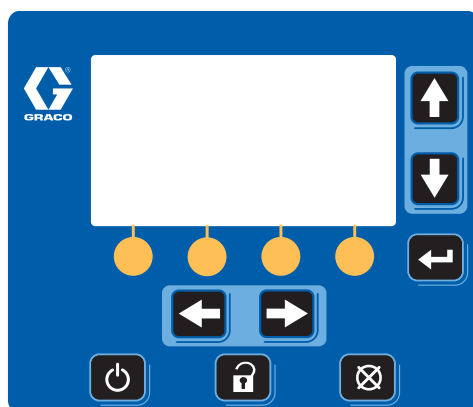

FIG. 8: Modulo di visualizzazione
- Modulo di visualizzazione (G). Montato solo sul pistone A. Fornisce schermate di stato della modalità di esecuzione, schermate di impostazione e tasti di controllo. Vedere la FIG. 8 a pagina 14.